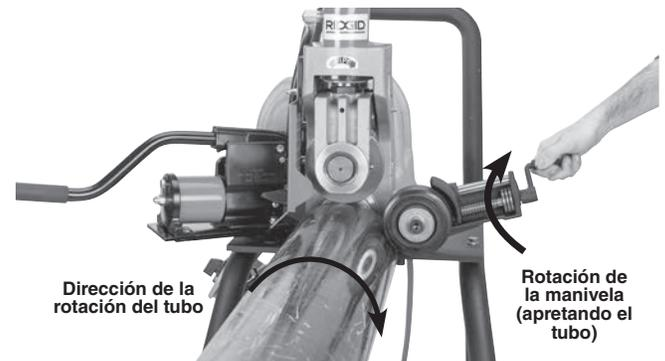

Figura 15 – Descentrado del tubo en ½ grado (exagerado en la imagen)
3. Haga rotar la manivela del estabilizador para que el rodillo se ponga en contacto con el tubo. Dele otra vuelta completa a la manivela, para cargar el rodillo contra el tubo (*Figura 15*). No estire el cuerpo sobre el tubo para ajustar el estabilizador.